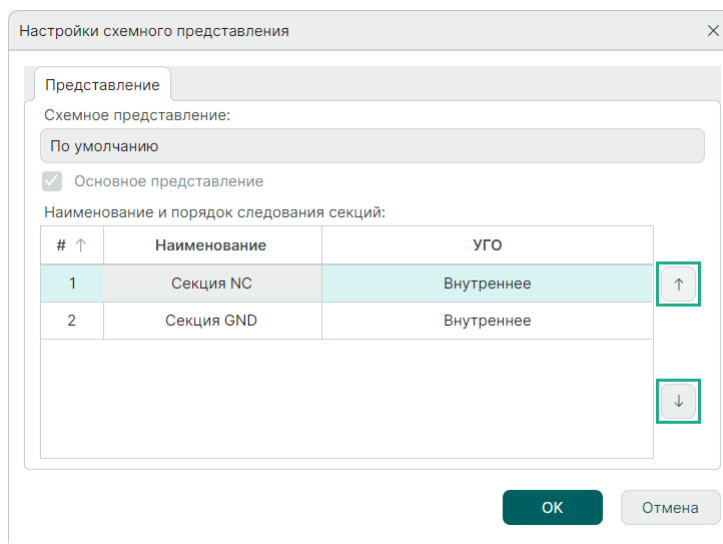

Рис. 223 Изменение порядка отображения секции
2. Выберите в таблице одну из секций и с помощью кнопок  и  и переместите ее в требуемую позицию, см. Рис. 223.